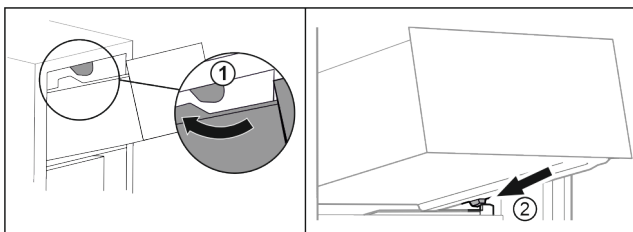

Fig. 16
- ▶ Schubfach um die oberen Stopper herumführen Fig. 16 (1).
- ▶ Schubfach schräg hinter den unteren Stoppern auf die Behälterrippe aufsetzen Fig. 16 (2).